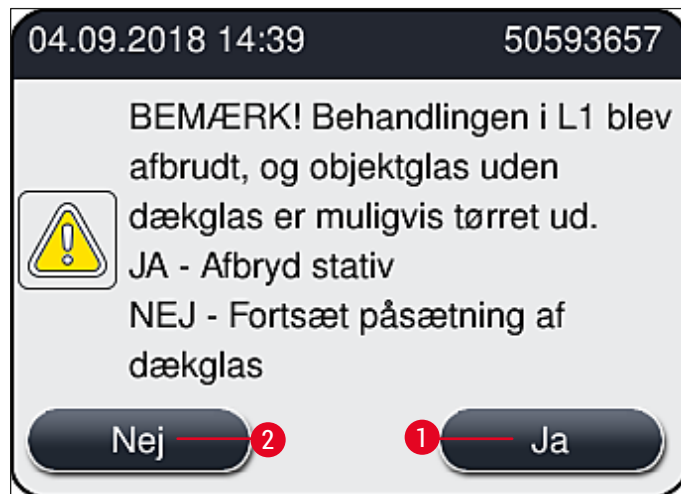

Fig. 113
9. Instrumentsoftwaren scanner påfyldningsniveauet. Brugeren får vist en meddelelse, når kontrollen er færdig (→ Fig. 113).